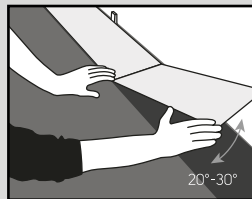

Fig. 2
2. Posez la première rangée en vous assurant que les bords courts sont bien emboîtés (Figure 2).